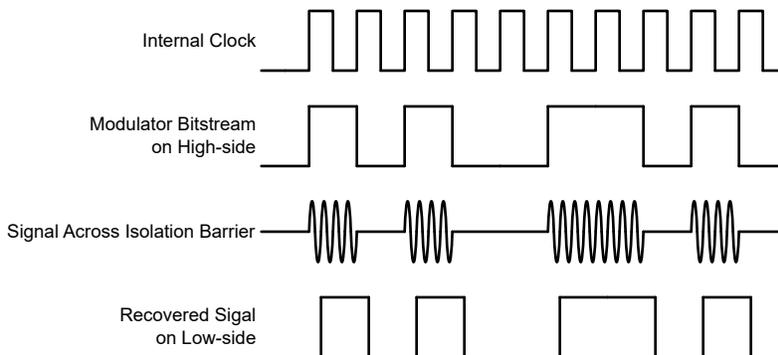

図 7-1. OOK ベースの変調方式
図 7-1 に示されているように、AMC0x30D は、オン / オフ キーイング (OOK) 変調方式を使用して、変調器の出力ビットストリームを、SiO₂ ベースの絶縁膜間で伝送します。送信ドライバ (TX) を 機能ブロック図 示します。TX は、内部で生成された高周波キャリアを絶縁バリア越しに送信し、デジタル 1 を表現します。ただし、TX はデジタル 0 を表す信号を送信しません。AMC0x30D で使用されるキャリアの公称周波数は 480MHz です。